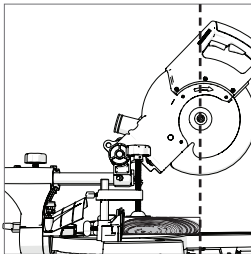

Abb. 27
- Den Schneidgriff fassen und den Schneidkopf nach vorn ziehen, bis sich die Nabe (Mitte des Sägeblatts) über der vorderen Kante des Werkstücks befindet. **(Abb. 27)**